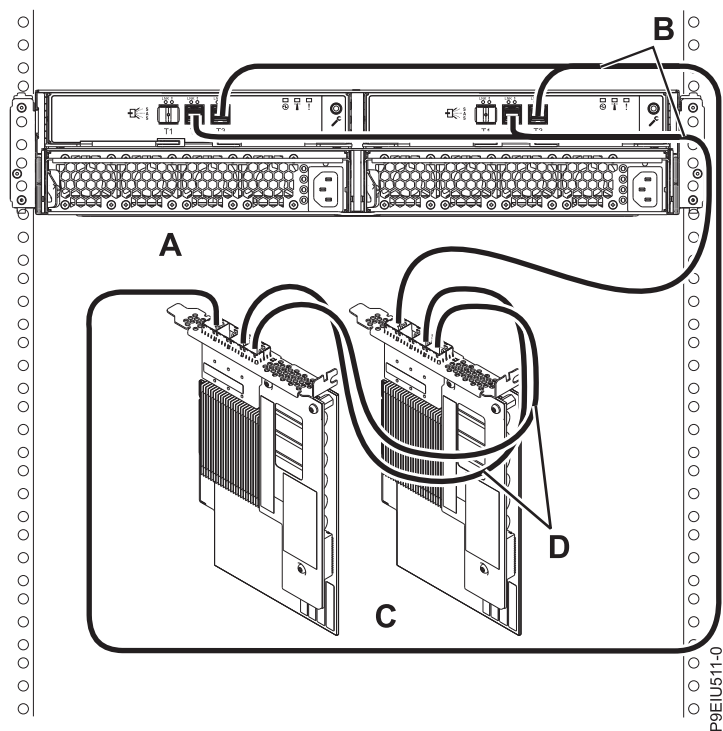

図 15. AA ケーブル付きの 1 対の FC EJ0L SAS アダプター・ペアまたは FC EJ14 SAS アダプター・ペアへの YO12 ケーブルを使用した、1 台の ESSL ストレージ・エンクロージャーまたは ESLS ストレージ・エンクロージャーのモード 1 接続
15. 18 ページの図 15 に示すように、アダプター間 (AA) ケーブル (D) 付きの 1 対の FC EJ0L アダプター・ペアまたは FC EJ14 SAS アダプター・ペア (C) への YO12 ケーブル (B) を使用して 1 台のエンクロージャー (A) のモード 1 接続を実行してから、23 ページの『ケーブルと電源コードの接続およびカバーの取り付け』に進みます。